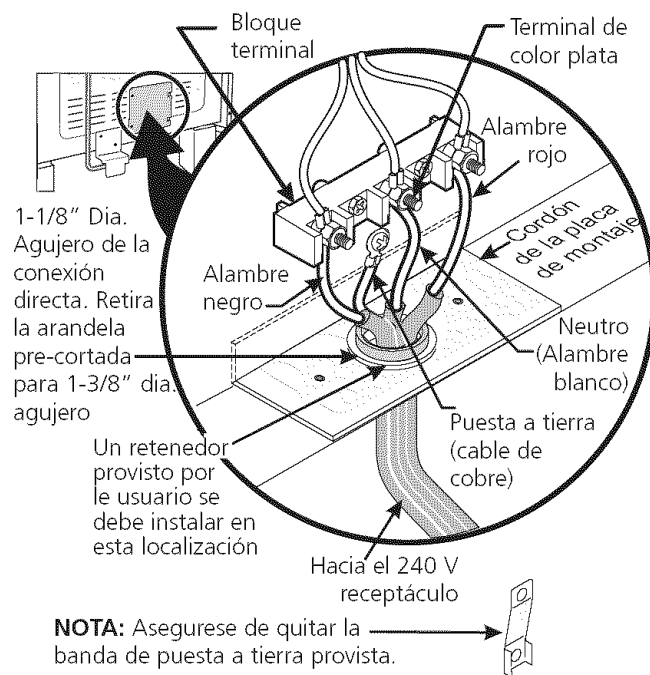

Figura 4
Para los hogares móviles, nuevas instalaciones, los vehículos recreacionales, o las áreas donde los códigos locales no permiten una conexión a tierra a través de un cable neutro, un kit de cable de alimentación de 4 conductores clasificado en 125/250 voltios y marcado para el uso en estufas debe ser empleado (vea la figura 4).
4. Conecte el alambre de tierra (verde) del cable de alimentación al marco del electrodoméstico con el tornillo de tierra, usando el agujero en el marco de donde el tornillo fue retirado (véase figura 4).
6. Reponga las 3 tuercas sobre el bloque terminal (vea figura 4).
Si el aparato está conectado directamente al cortacircuito, a la caja de fusibles o a la caja de empalmes, use un cable blindado flexible o no metálico recubierto de cobre (con alambre a tierra). A la extremidad del electrodoméstico, el cable paso a través del agujero de la conexión directa (vea figura 4) en el cable de la placa de montaje. El tamaño de los alambres (**alambre de cobre solamente**) y las conexiones deben estar conforme al régimen del electrodoméstico.